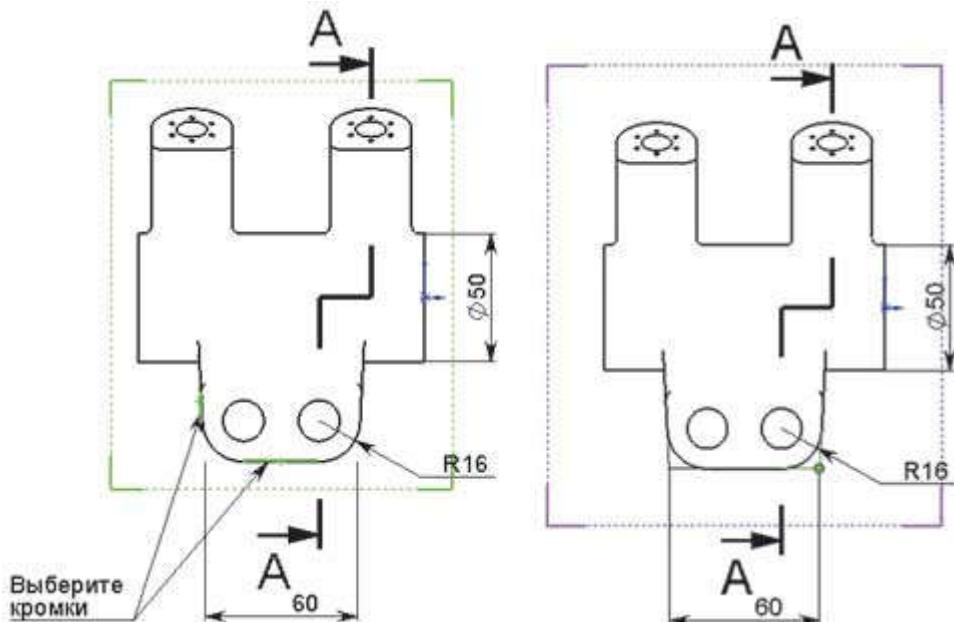

Рис. 4. Работа с точками виртуальной резкости
**Простановка размеров по точкам виртуальной резкости.** Размер «60» на чертежном виде (рис. 4) задан до точек виртуального пересечения кромок модели.